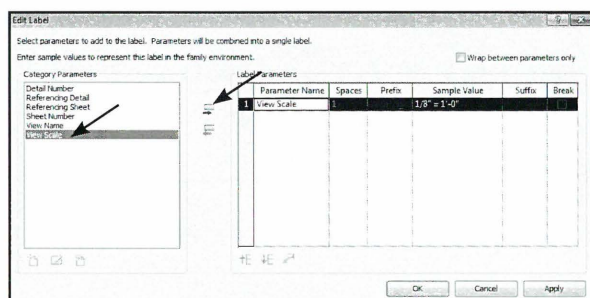

Fig. 03.50. Vælg View Scale og klik Add - OK.
- Vælg *View Scale*, klik *Add* og derefter *OK* (Fig. 03.50).